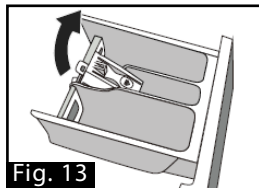

Fig. 13
2. Levante el clip y saque la tapa del suavizante (Fig. 13).